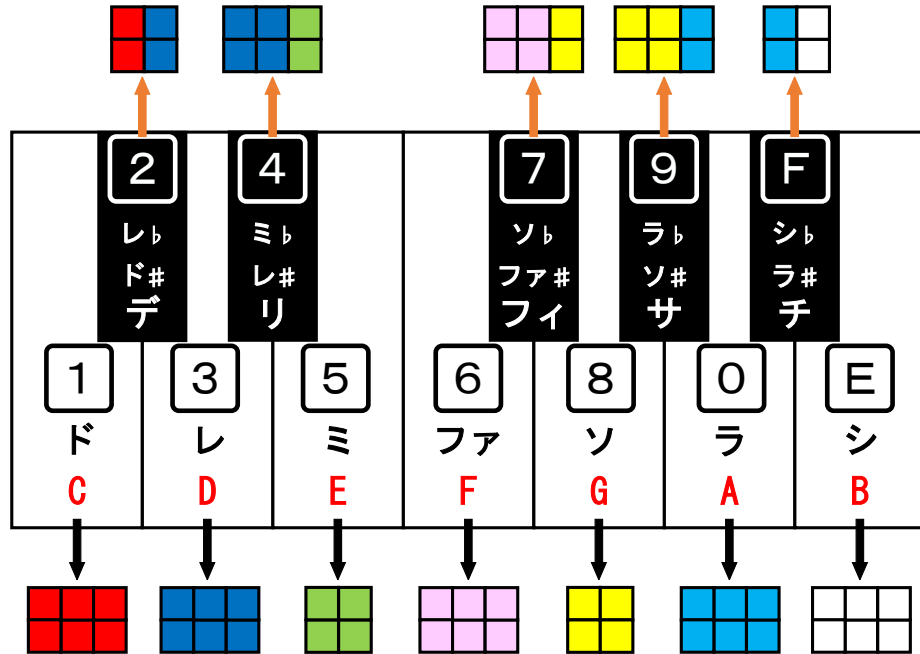

図 1-14 音階ごとの表示色
- 音階(ド・レ・ミ・ファ・ソ・ラ・シ)ごとに色を図 1-14 のとおりに割り当てます。ピアノ鍵盤で例えると、白鍵の打鍵メッセージを受信した場合は 1 色で、黒鍵の打鍵メッセージを受信した場合は 2 色で表現しています。